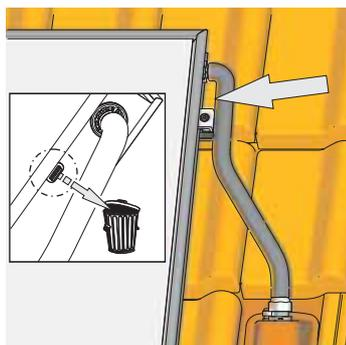

Figura 3-45 Fase di lavoro 1
1. Rimuovere il tappo della sonda (Figura 3-45).